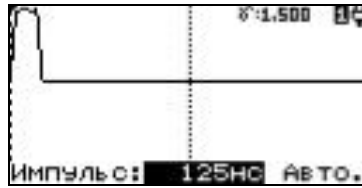

Рисунок 12
6.3.11 Изменение длительности зондирующего импульса (зонда) при изменении диапазона расстояний происходит автоматически пропорционально диапазону (рисунок 12). Процент временного соотношения длительности зонда и диапазона устанавливается в режиме настроек (п. 6.4.1.7).